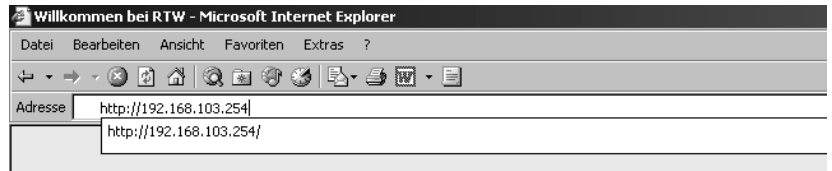

Bild 8-9: IP-Adresseingabe in das Adressfeld des Internet-Browsers
1. Starten Sie Ihren Internet-Browser und geben Sie die IP-Adresse Ihres Gerätes in der Adresszeile ein (z. B.: „http://192.168.103.254“, siehe Bild 8-9). Bestätigen Sie die Eingabe mit der „Enter“-Taste Ihrer PC-Tastatur.